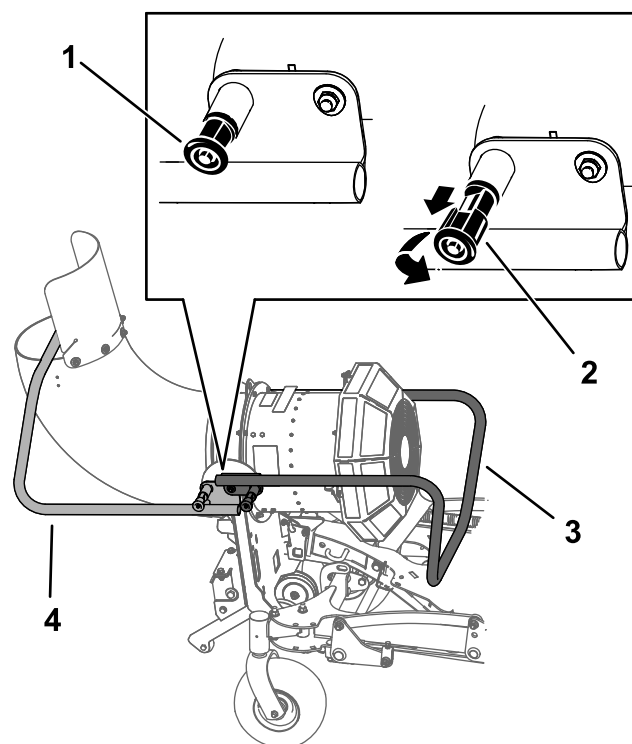

Figura 26
3. Tire de los pasadores de bloqueo del caballete en ambos lados de la máquina, gírelos 90 grados de manera que queden desbloqueados y eleve el caballete (Figura 26). Coloque los pomos y asegúrese de que los pasadores encajen en su sitio.